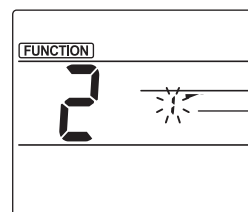

Fig. 2
- Selezione del numero di deflettori (Fig. 2)